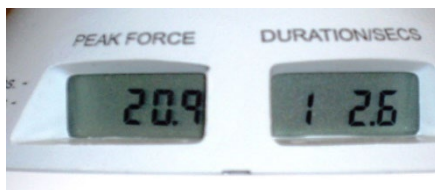

Figura 3. Ejemplo de visualización de los resultados de la prueba en modo de recuperación de datos
- El dispositivo mostrará la fuerza máxima (en la pantalla Peak Force [Fuerza máxima]), el número de prueba (en la parte izquierda de la pantalla Duration [Duración]) y la duración de la prueba (en la parte derecha de la pantalla de Duration [Duración]) (consulte la Figura 3).